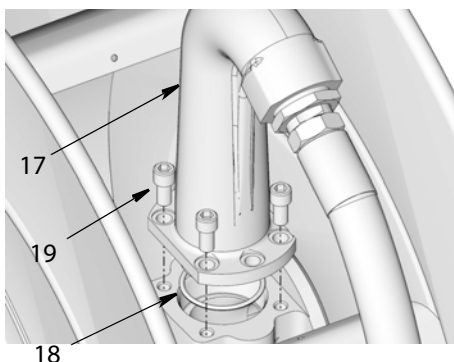

FIG. 24
1. Измените направление выпускного патрубка (17).
- a. Извлеките болты (19) и выпускной патрубок (17) из барабана (FIG. 24).